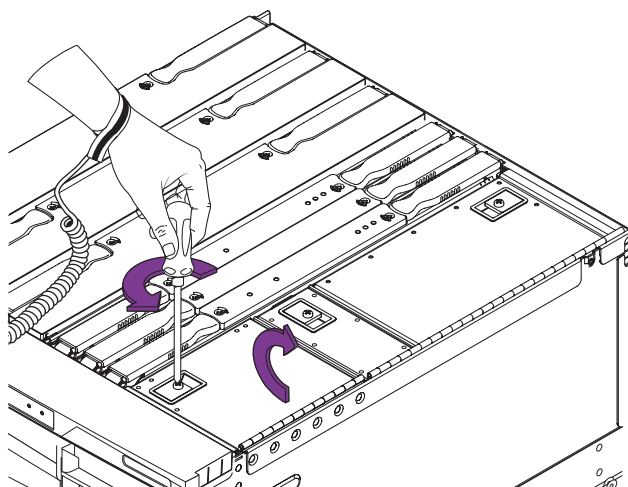

図 6-6 メディアベイのアクセスドアの開け方
8. メディアベイのアクセスドアを開きます。ラッチのねじを緩めます (図 6-6)。ラッチを解除して、カバーを持ち上げます。